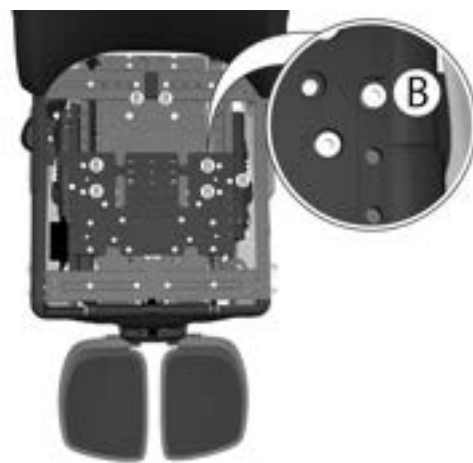

Abbildung 497. Die Position des hinteren Sitzrahmenabschnitts (Rückenlehnenposition) ist mit fünf Schrauben festgelegt. Sie sind mit dem Buchstaben B markiert.
7. Einstellung des hinteren Abschnitts des Sitzrahmens (Rückenlehnenposition): Entfernen Sie die sieben Schrauben, die mit (B) markiert sind und die den hinteren Abschnitt des Sitzrahmens halten, siehe Abb. 497.